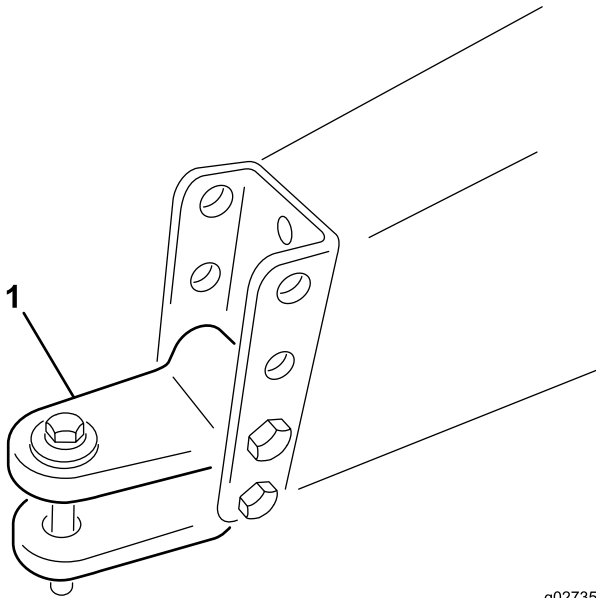

Figura 3
- A. Retire los pernos y las contratuercas que sujetan la horquilla de enganche (Figura 3) al bastidor de la máquina.